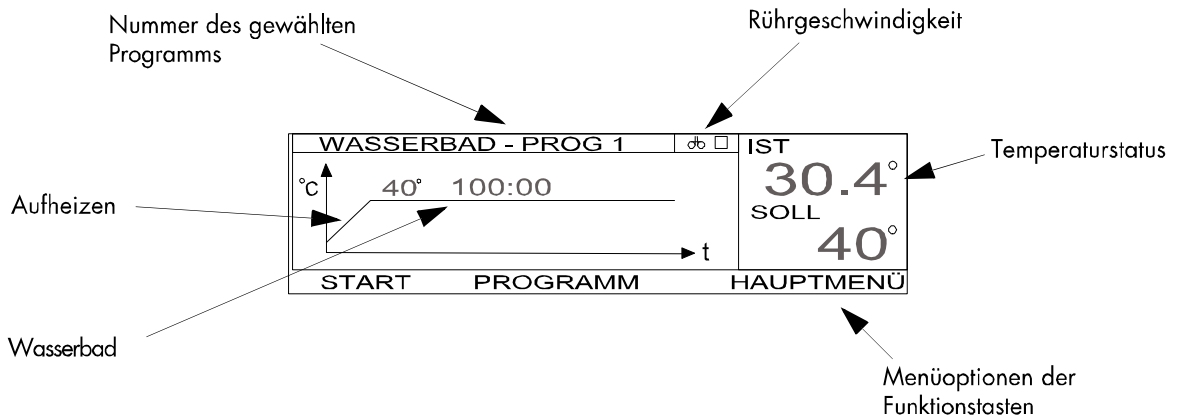

Abbildung 4.3: Der Bildschirm WASSERBAD PROG [1]
In Abbildung 4.3 wird der Ablauf des WASSERBAD-Zyklus gezeigt. (Bildschirm WASSERBAD PROG [#])
1. Auf der Startanzeige **WASSERBAD** drücken (Siehe Abschnitt 4.4.1). Der Bildschirm WASSERBAD PROG [#] erscheint (Siehe Abbildung 4.3).
2. **PROGRAMM** drücken. Der Bildschirm mit dem Menü Programm erscheint. (Siehe Abbildung 4.3)